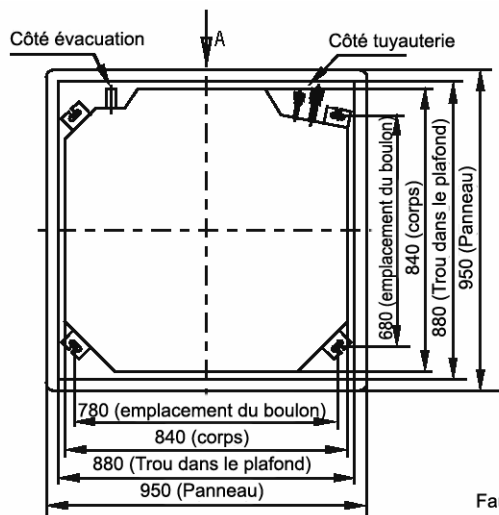

Figure 3
(1) Travaux d'installation du corps principal
- a. Découpez un trou quadrangulaire de 880 x 880 mm dans le plafond en vous guidant à partir de la forme du gabarit d'installation. (cf. figures 3 et 4)